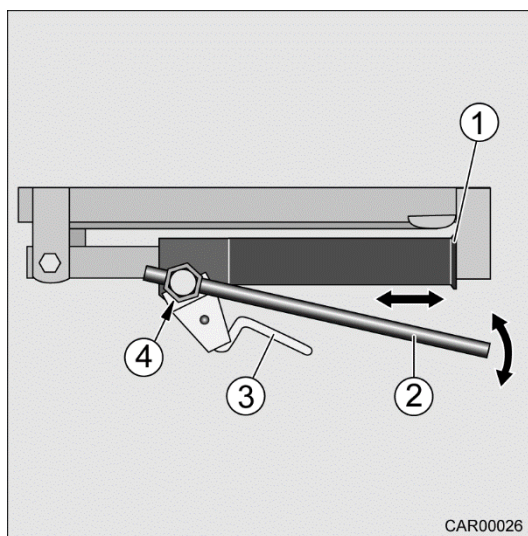

Fig. 32 Béquille arrière à manivelle
1. Placer la clé à douille (Fig. 32/2) sur l'écrou hexagonal (Fig. 32/4).
2. Amener la béquille arrière à manivelle (Fig. 32/1) avec la clé à douille (Fig. 32/2) en position avant extrême.
3. Enlever la clé à douille (Fig. 32/2) de l'écrou hexagonal (Fig. 32/4).
4. Pivoter la béquille arrière à manivelle (Fig. 32/1) vers le bas. Pour ce faire, pousser sur le levier de sécurité (Fig. 32/3).
4. Pivoter la béquille arrière à manivelle (Fig. 32/1) vers le haut. Pour ce faire, pousser sur le levier de sécurité (Fig. 32/3).
5. Placer la clé à douille (Fig. 32/2) sur l'écrou hexagonal (Fig. 32/4).
6. Amener la béquille arrière à manivelle (Fig. 32/1) avec la clé à douille (Fig. 32/2) en position de stationnement.